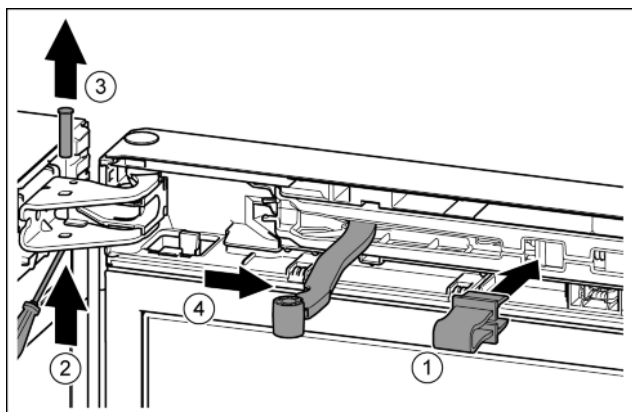

Fig. 9
- ▶ Зафіксуйте запобіжник в отворі. *Fig. 9 (1)*
- ▶ Виштовхніть палець за допомогою викрутки. *Fig. 9 (2)*
- ▶ Вийміть гвинт рухом нагору. *Fig. 9 (3)*
- ▶ Поверніть шарнір у напрямку дверцят. *Fig. 9 (4)*